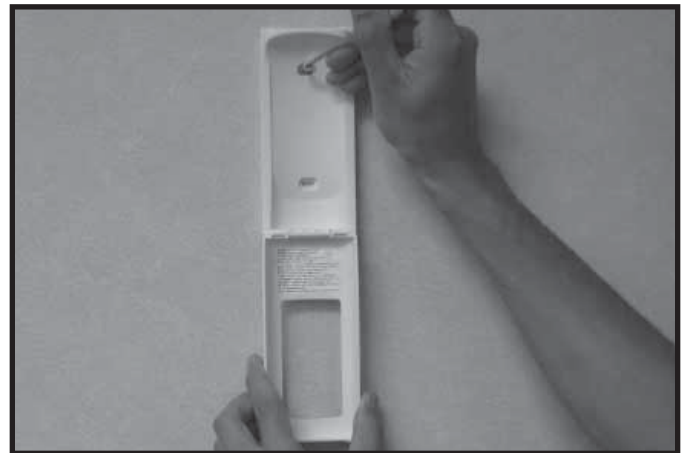

Figura 12.5 Instalación del portamandos
3. Asegure el portamandos a una pared con una superficie plana. Utilice las anclas y los tornillos suministrados. Consulte la Figura 12.5.